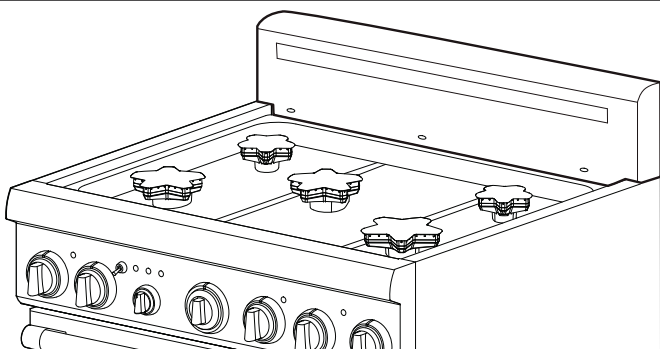

Figura 16: Vista frontal de la consola trasera baja
3. Alinee el panel trasero del nuevo accesorio con las pestañas de los rincones de izquierda y derecha de los paneles laterales. La consola trasera se inserta en los canales guías situados detrás de la estufa (Figura 16).